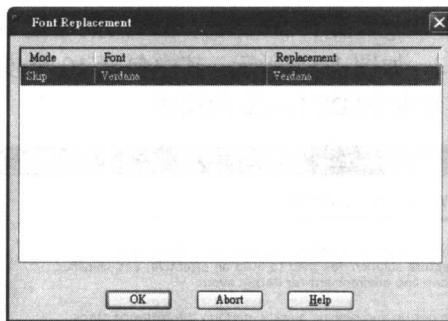
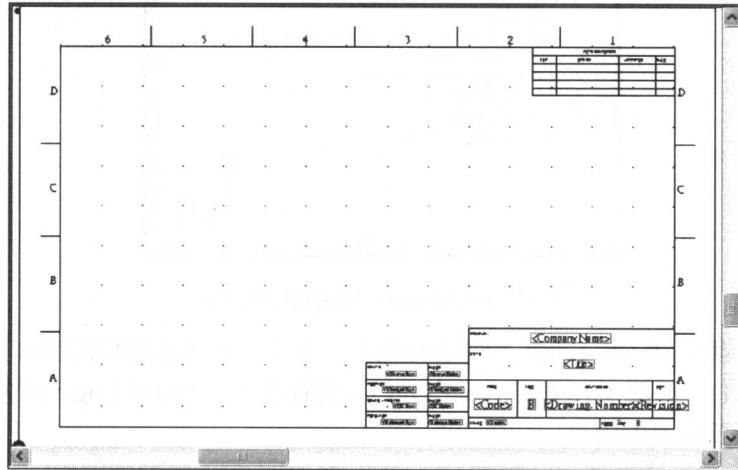

图 1-14 取代字型对话框
图 1-15 新建设计
- ① 若要打开新的设计，可单击 Start a new design，打开如图 1-14 所示的询问对话框，再单击其中的 **OK** 按钮关闭该对话框，即可打开新的设计编辑区，以取代最初的编辑区，如图 1-15 所示。